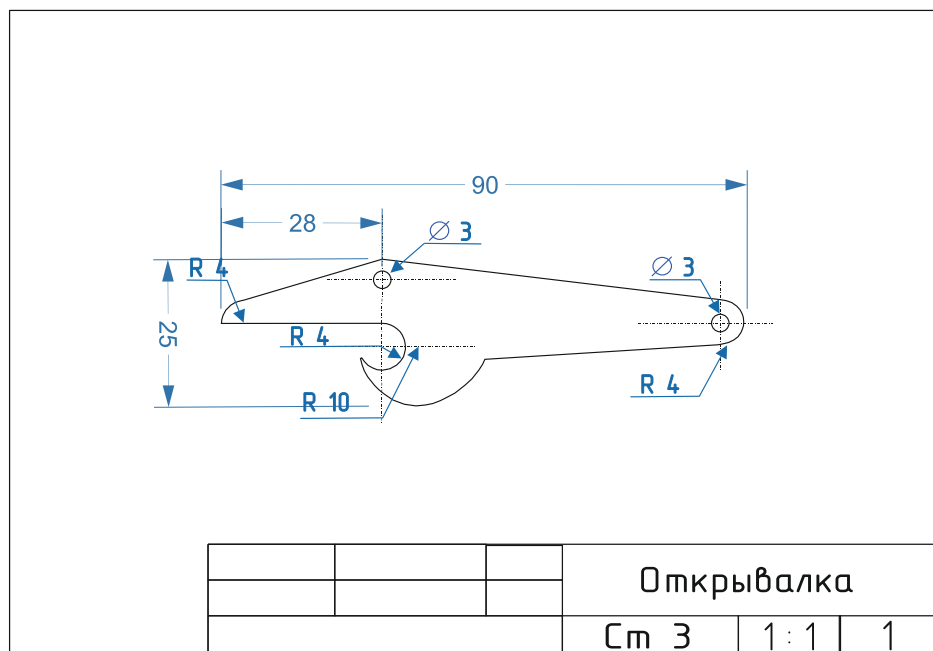

Рис. 1. Чертеж Открывалка
2. По чертежу изготовить открывалку (рис. 1).